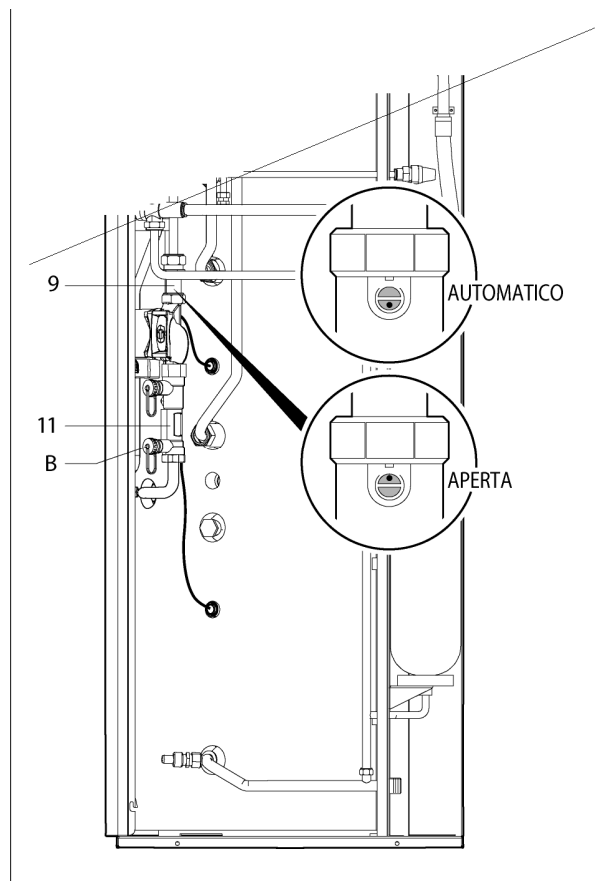

Figura 13
- Aprire la valvola di non ritorno (9) per facilitare lo svuotamento: il punto posto all'interno della vite deve essere posizionato come in Figura 13
- Collegare il tubo proveniente dal recipiente previsto per la raccolta della miscela acquaglicole al rubinetto (B) posto sul gruppo (11), aprirlo ed attendere fino a che lo svuotamento del circuito sia completato
- Posizionare la valvola di non ritorno (9) su funzionamento automatico: il punto posto all'interno della vite deve essere posizionato come in figura